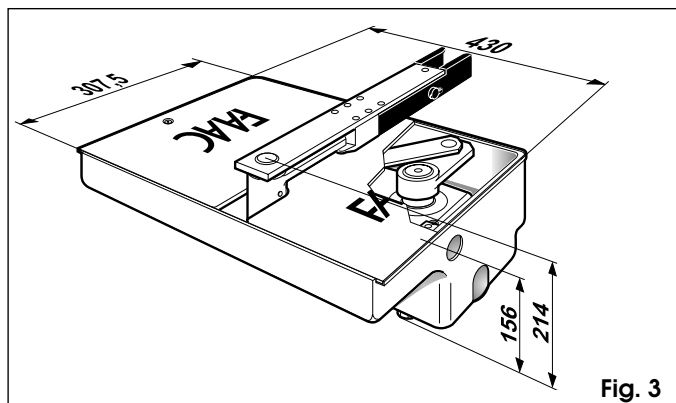

Fig. 3
3.2. COFFRAGE DU CAISSON PORTANT OUVERT (fig. 3)